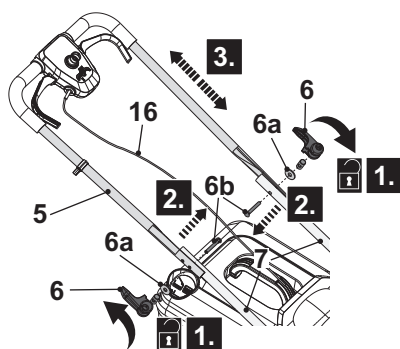

Fig 11
1. Segure a barra superior da pega (5) com uma mão.
2. Solte as alavancas de pinça (6) no sentido anti-horário (Fig. 11, passo 1) de ambos os lados da barra superior da pega (5), depois retire a alavanca de pinça (6), a anilha (6a) e o parafuso de montagem (6b) depois (Fig. 11, passo 2).
3. Escolher e alinhar o outro orifício de montagem na barra superior da pega (5) com o orifício de montagem das barras inferiores da pega (7) (Fig. 11, passo 3).
**NOTA:** Assegurar que a barra superior da pega (5) é montada no mesmo nível de altura de ambas as barras inferiores de pega (7).
5. Fixar a anilha (6a) e aparafusar a alavanca da pinça (6) no sentido dos ponteiros do relógio, bloqueá-la dobrando a alavanca da pinça (6) em direção à barra de pega. Se a alavanca de pinça (6) não puder ser dobrada, solte-a e dobre-a novamente. Se estiver demasiado solta, aperte-a balançando a alavanca da pinça (6).
6. Faça-o novamente para o outro lado. Certificar-se de que o cabo de interconexão (16) fica no lado superior das barras das pegas (5, 7).